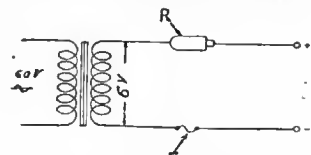

Fig. 3.
La Fig. 3 mostra come si utilizzi una di tali valvole (R) in un dispositivo a semplice raddrizzamento (2,5 Amp. massimi).
anteriormente le due valvole raddrizzatrici ed il fusibile centrale (Fig. 3).